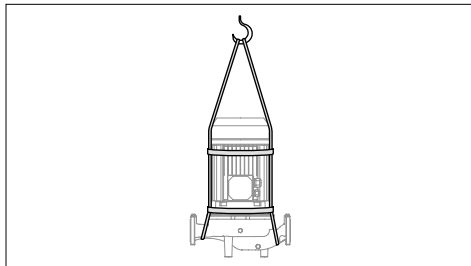

FIG. 1: Ridicarea pompelor 3E folosind un cablu
ATENȚIE! **PENTRU A RIDICA SAU A MUTA MOTOPOMPA, FOLOSIȚI UN CABLU ADECVAT GREUȚĂȚII ACESTEIA, FĂRĂ A O ÎNCLINA PREA MULT (FIG. 1);**
- Scoateți bulonul dintre carcasa pompei și suportul motorului și pur și simplu scoateți axial motorul. La ridicarea/mutarea pompei, utilizați orice fel de palan adecvat. (FIG. 1)